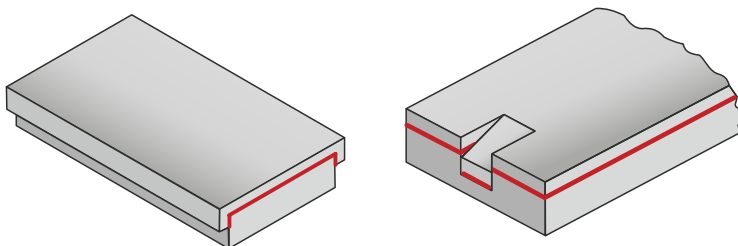

Abb. 31: Fixierung von Gleitstreifen durch Formschluss
- durch Formschluss gemäß Abb. 31